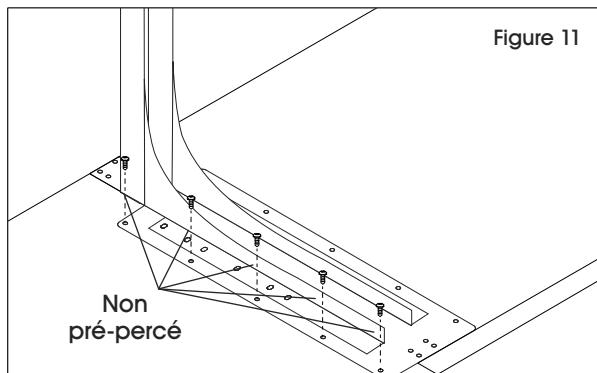

Figure 11
- Faites glisser l'extension en L sous la base de la table sur le côté droit ou gauche. Assurez-vous que les coins de la table sont parfaitement alignés. (Voir Figure 11)
- À l'aide de cinq vis à bois, fixez le pied en L (14) sur le dessous de la surface de table (5). (Voir Figure 11)